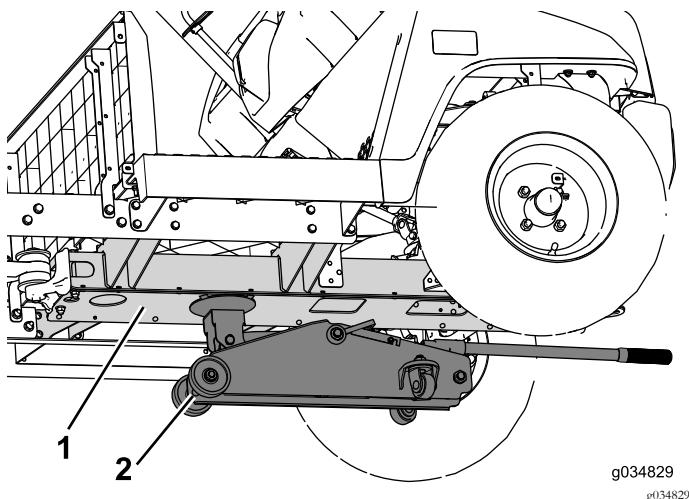

Figure 15
- Placez un cric sous le profilé central pour soutenir l'avant de la machine (Figure 15).